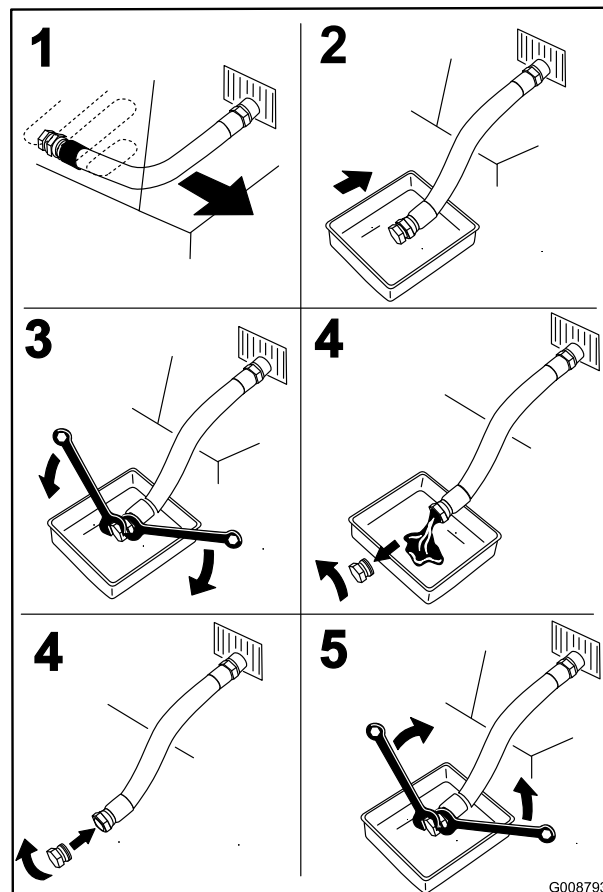

Figure 50
3. Avant de quitter la position de conduite, coupez le moteur, enlevez la clé de contact et attendez l'arrêt de toutes les pièces mobiles (Figure 50).